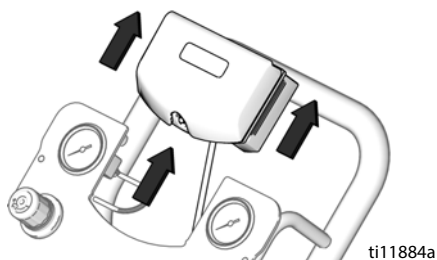

Рис. 7. Извлечение модуля DataTrak
- Снимите модуль DataTrak с кронштейна. См. раздел Рис. 7. Переместите модуль с прикрепленным кабелем в безопасное место.